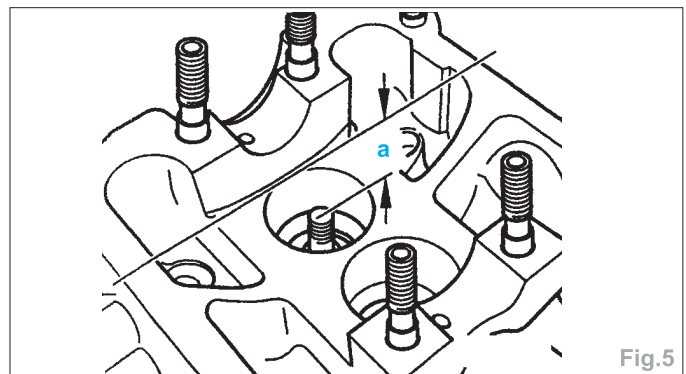

Fig.5
- mesurer l'écart entre le bord de la culasse et la soupape (Fig.5),